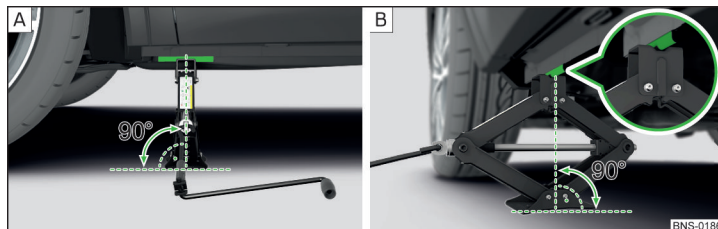

Fig. 344 Colocar el gato
- ▶ Apoye la placa de base del gato con toda la superficie en un suelo recto de la manera que el gato se encuentra en posición vertical respecto a la travesa de toma » fig. 344 - [A].
- ▶ Gire el gato con la manivela hacia arriba hasta que la garra se encuentre en el larguero » fig. 344 - [B].